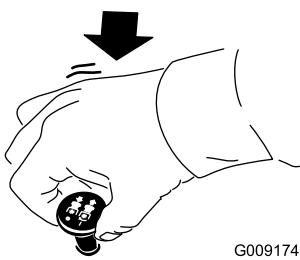

Figura 19
1. Disinserite le lame spostando il comando delle lame in posizione di SPEGNIMENTO (Figura 19).